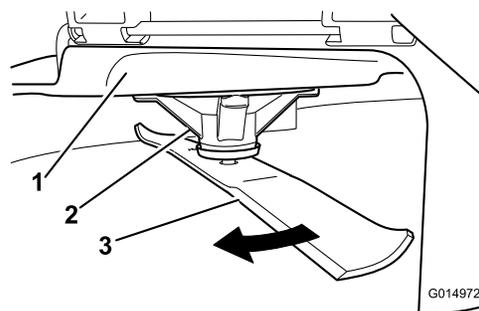

Figura 66
2. Indossando guanti dalla spessa imbottitura o altre protezioni idonee per le mani, ruotate lentamente la lama in una posizione che consenta di misurare la distanza tra il bordo di taglio e la superficie piana su cui si trova la macchina (Figura 66).